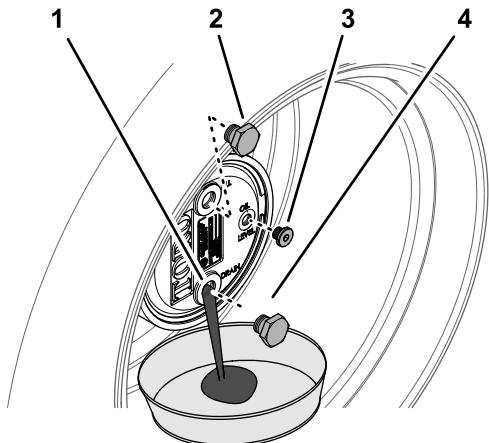

図 61
2. 補給プラグが時計の 12 時を指し、点検プラグが 3 時の位置を指すようにマシンを駐車する図 61。
3. プラネタリハブの下にオイル回収容器を置き、6時の位置にあるドレンプラグを外してオイルを抜く図 61。
5. プラネタリハウジングのドレン穴にプラグを取り付ける図 61。